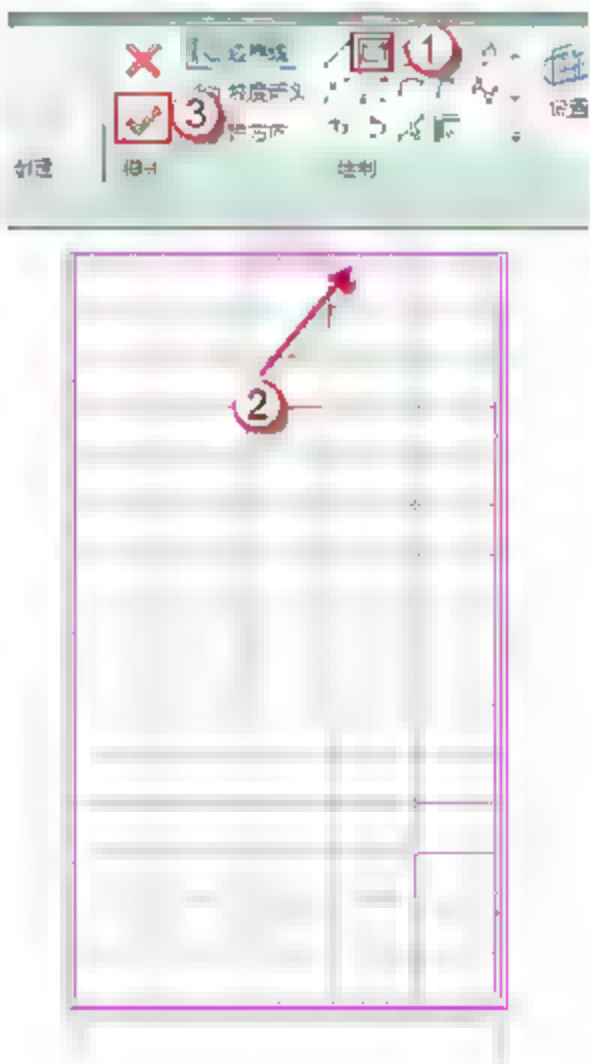

图 12.1.55 楼板开洞
(28) 楼板开洞。双击选择步骤 (25) 绘制的楼板，进入修改界面，选择“矩形”绘图方式，在有天窗的地方进行开洞，然后在上下文关联选项板中单击 ✓ 按钮，如图 12.1.55 所示。